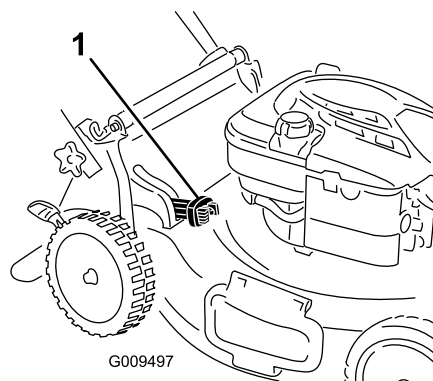

Figura 15
- Per raccogliere lo sfalcio e le foglie premete il pulsante che si trova sulla leva di comando del cesto e spostate in avanti la leva finché il pulsante non risale (Figura 15).